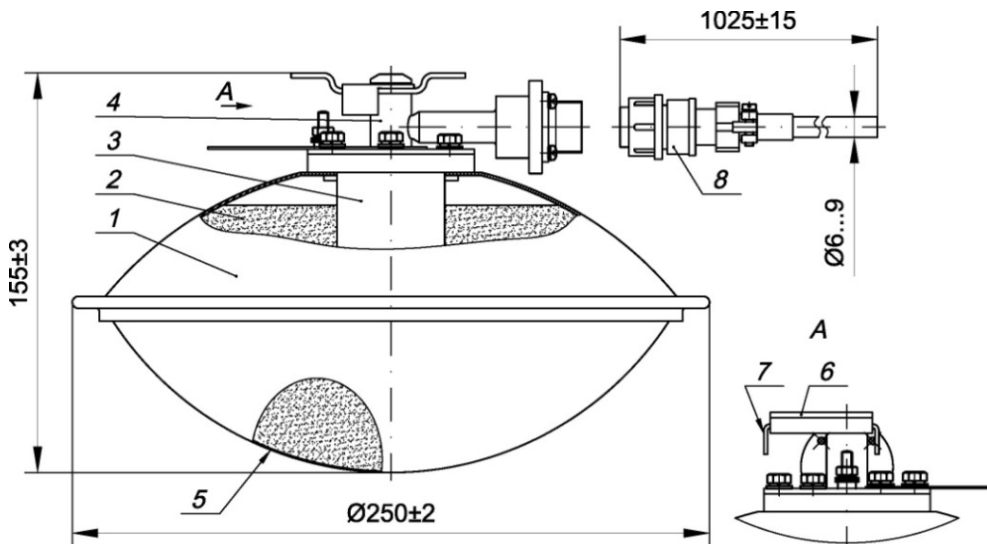

Рис.1 Устройство модуля МПП(р)-2,5-И-ГЭ-УХЛ3.1 «Буран-2,5взр».
5. Габаритные размеры модуля	см. рис. 1
4.1. Модуль представляет собой (см. рис. 1) металлический корпус 1, выполненный из двух полусферических частей, плотно соединенных между собой методом прессовой завальцовки, в котором находится огнетушащий порошок 2, генератор газа 3, корпус активатора 4.